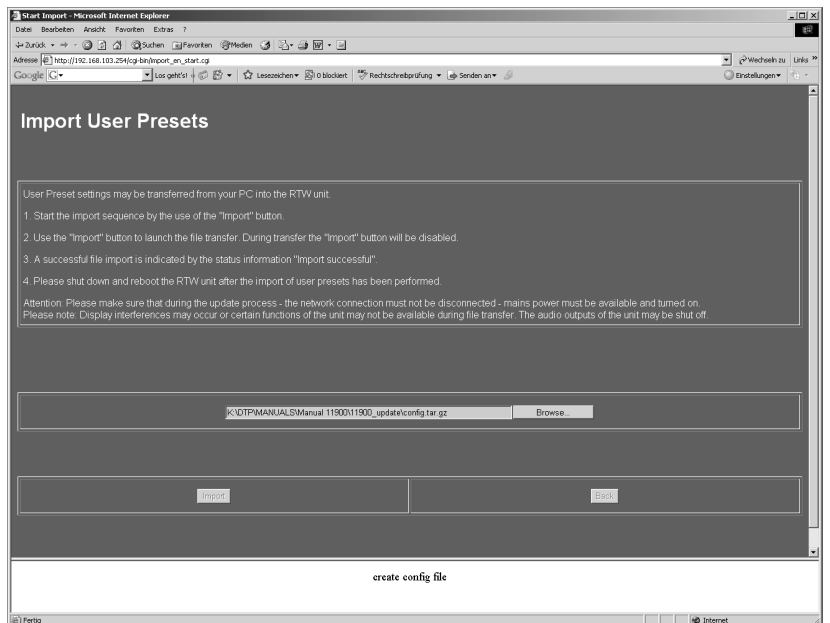

Bild 8-22: Die Anwendereinstellungen werden importiert
6. Während des Import-Vorgangs erscheint die Meldung „create config file“ (siehe Bild 8-22).